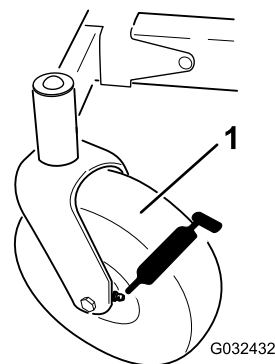

図 34
3. グリスフィッティング 図 34 をウェスできれいに拭く。
4. フィッティングにグリスガンを接続する 図 34。